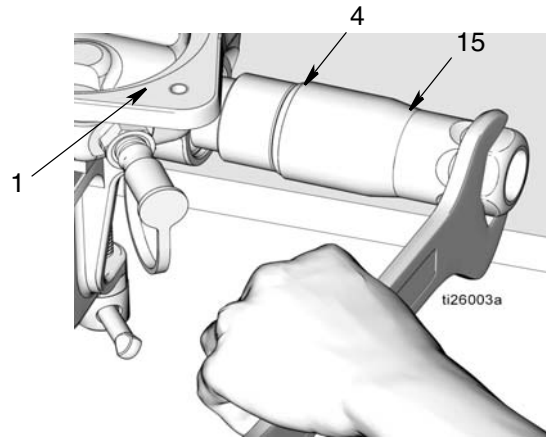

图 22
- e. 根据正确处置的所有相关规定，丢弃 O 形圈 (7, 41) 和螺母 (5)
16. 从泵底座 (1) 上拧下出口止回阀 (15) (图 22)。从出口止回阀上拆下 O 形圈 (4)。根据正确处置的所有相关规定，处置 O 形圈。